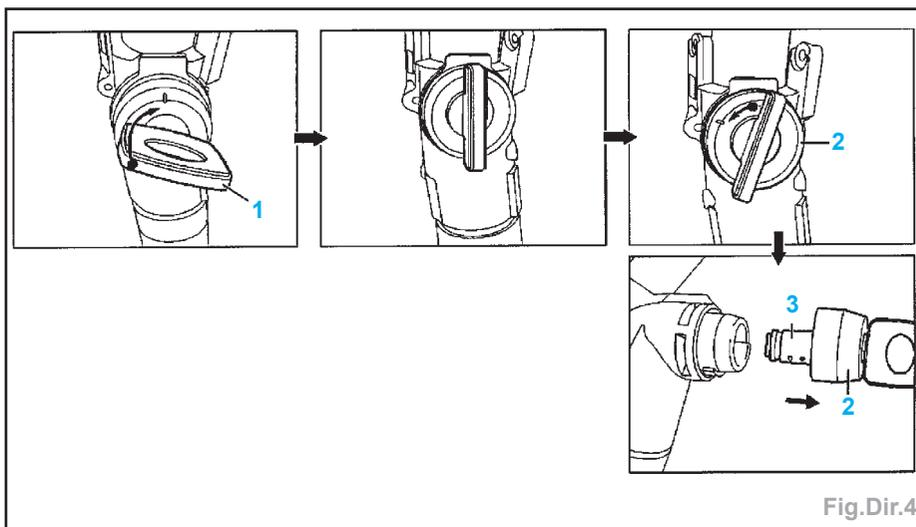

Fig.Dir.4
- Mettre la clé de contact (1) dans le contacteur antivol et la tourner en position «1» (Fig.Dir.4).
- Dévisser le capuchon (2).
- Retirer le capuchon avec le barillet de fermeture (3) du contacteur antivol.
- Faire attention à la position de montage du barillet de fermeture (3).